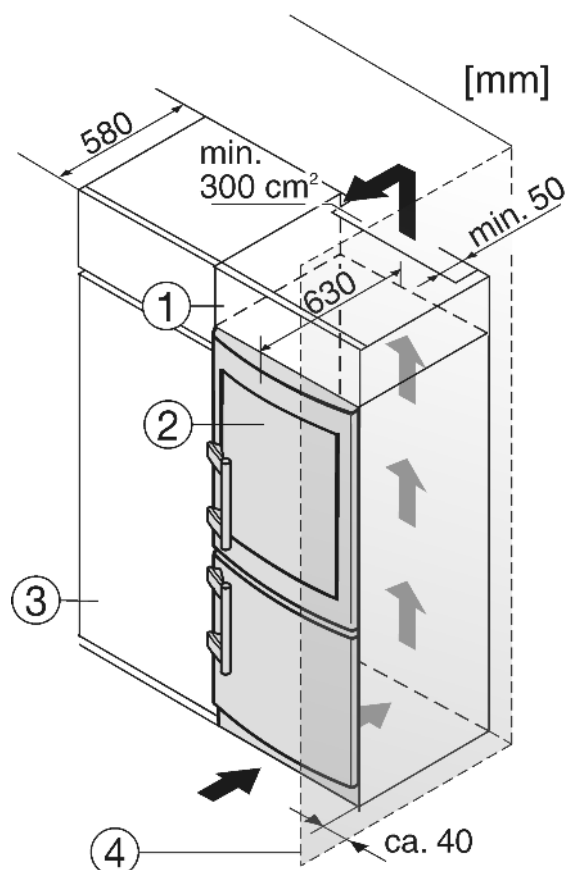

Fig. 21
Устройство может быть окружено предметами кухонной обстановки. Чтобы уравнять устройство Fig. 21 (2) по высоте с кухонной стенкой, можно установить над устройством соответствующий дополнительный шкафчик Fig. 21 (1).
При комбинировании с обычными кухонными шкафами (глубина макс. 580 мм) устройство можно установить непосредственно рядом с кухонным шкафом Fig. 21 (3). Дверь устройства выступает по сторонам на 34 мм и по центру устройства на 50 мм относительно передней стенки кухонного шкафа. Поэтому ее можно свободно открывать и закрывать.
Если устройство установлено на шарнирах у стены Fig. 21 (4), то расстояние между устройством и стеной должно быть не менее 40 мм. Настолько выступает ручка при открытой дверце.*